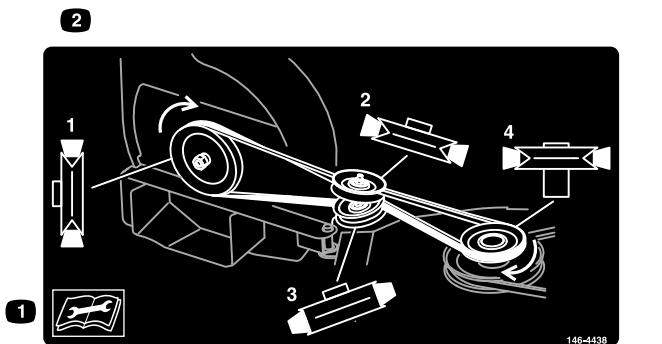

Bild 27
8. Verlegen Sie den Riemen um das Gebläse und die Spannscheiben, wie in Bild 27 abgebildet. Legen Sie den Riemen in die Keilnut der Riemenscheibe des Gebläses. Halten Sie den Riemen straff und drehen Sie die Riemenscheibe langsam von Hand.